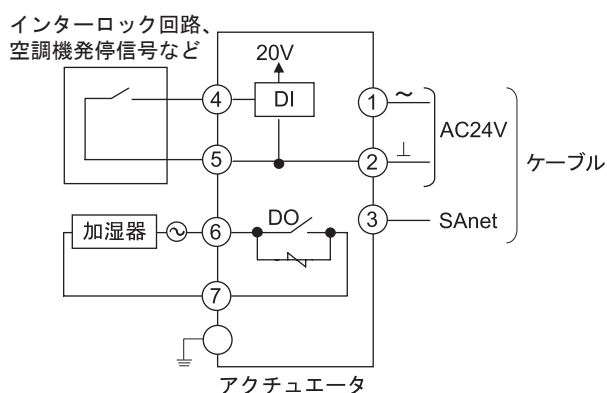

図11 結線例（基本配線接続例）
- (2) 端子カバー止めねじ（M4×10、3か所）を外し、端子カバーを外します。
(3) 端子 (M3.5ねじ) で接続します。
* 『図11 結線例』を参照して、正しく接続してください。